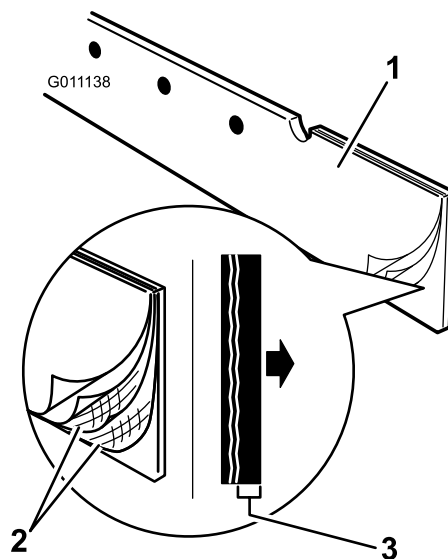

Рисунок 4
6. Расположите щетку таким образом, чтобы резиновая кромка была впереди, а армированная волокном часть профиля – сзади (Рисунок 4).